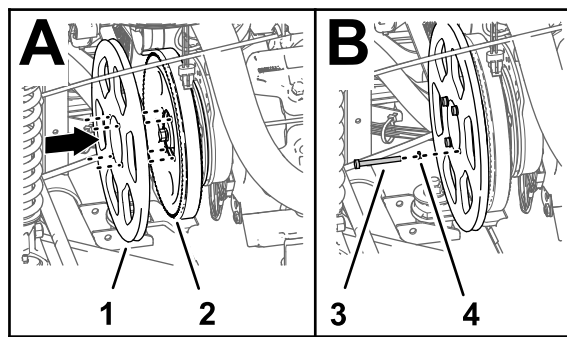

Рисунок 182
4. Совместите отверстия в шкиве генератора (из комплекта) с отверстиями в шкиве насоса опрыскивателя (Рисунок 182).